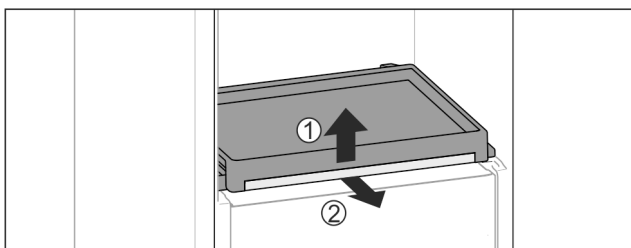

Fig. 31
- ▶ Извадете изтеглящата се дъска със стъклената плоча: Повдигнете леко отпред стъклената плоча Fig. 31 (1) и я изтеглете напред Fig. 31 (2).